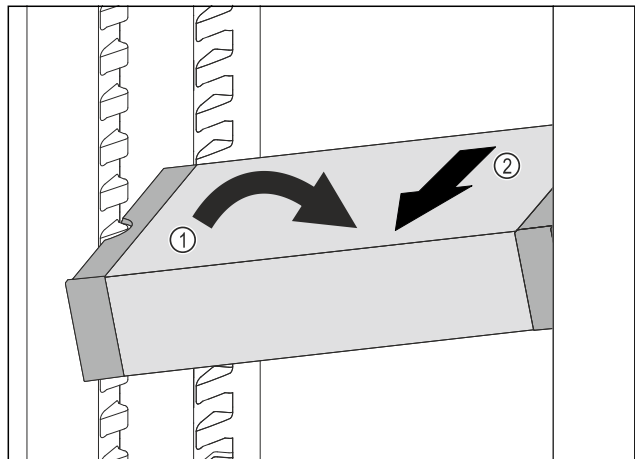

Fig. 146
- ▶ Расположите VarioSafe в холодильном отделении под наклоном. Fig. 146 (1)
- ▶ Извлеките VarioSafe движением вперед. Fig. 146 (2)